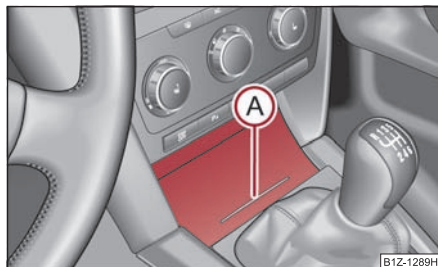

Fig. 112 Consola central: Cenicero delantero
- Presione la parte inferior de la tapa del cenicero, vea la posición **(A)** ⇒ fig. 112.